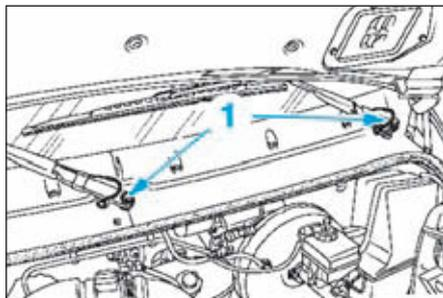

FIG.77
- Déposer les écrous de fixation (1) (Fig.77) des porte-balais d'essuie-glace.